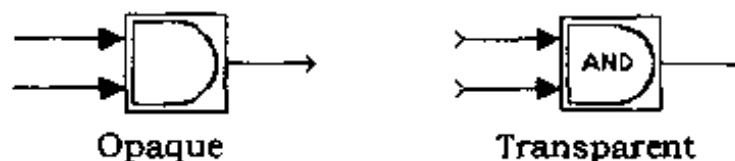

图 6.22 图标透明的效果
(2) Icon transparency Icon transparency 指的是图标的透明度。图标可以设置为 Opaque(白底)或者 Transparent(透明), 即隐藏或显示图标下的内容。默认为白底, 覆盖 Simulink 图画信息, 如端口标签等。图 6.22 显示了 AND(与)门模块的白底和透明图标的区别。注意透明图标上的文本。